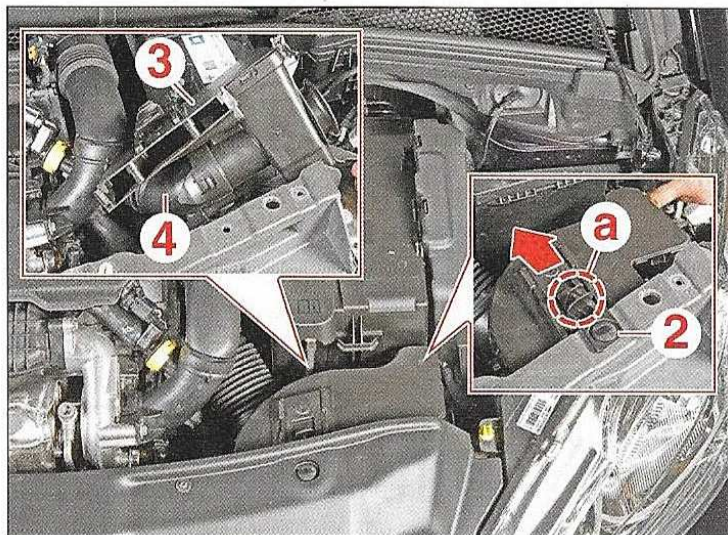

FIG.2
- Déposer l'agrafe (2) (Fig.2).
- Déposer l'ensemble résonateur d'air (3) et conduit d'air (4).